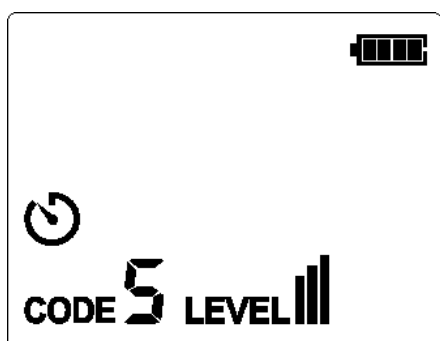

Figura 6.1.2a
2. El transmisor está en estado de encendido de forma predeterminada (el transmisor no inicia la transmisión), presione brevemente el botón ACTIVAR/DETENER para detener la transmisión cuando el transmisor inicie la transmisión. Cuando se presiona brevemente el botón NIVEL, el símbolo LEVEL parpadea durante 0.5s, como se muestra en la Figura 6.1.2a.